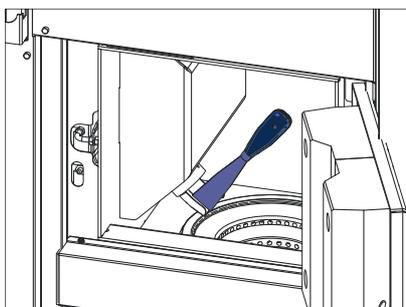

Fig. 39 Nettoyer la gouttière
- Le cas échéant, nettoyer l'intérieur de la gouttière au moyen d'un tournevis – Fig. 39.